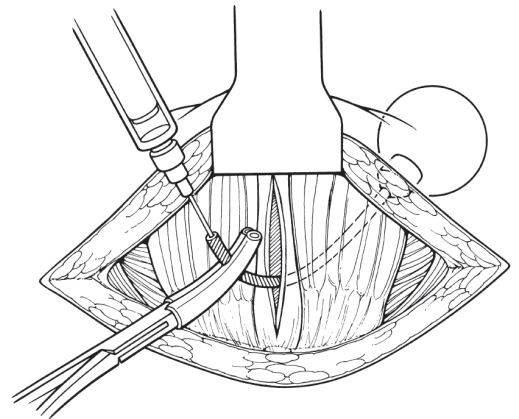

Figure 4-9. Remplir le ballon de régulation de pression et clamer la tubulure
16. Clamper la tubulure (un cran seulement) à 3 cm environ de l'extrémité à l'aide d'une pince hémostatique protégée par de la tubulure. (**Figure 4-9**)